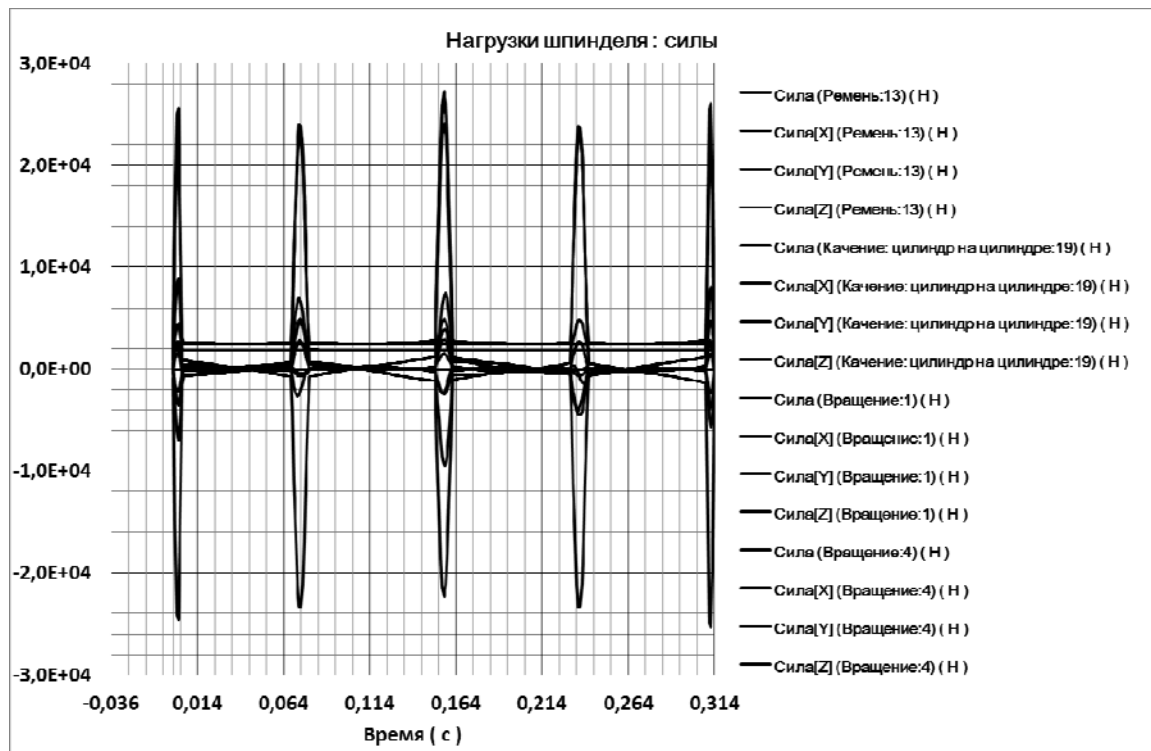

Рис. 10.5. Залежності навантажень на шпиндель верстата MAOLop-03 від часу
- Відкрити файли збірки "ШпиндельСо.iam" та *.xls (*.xlsx) з навантаженнями на вкладці з даними, вибрати часовий крок, при якому навантаження мають максимальні значення. В даному випадку це часовий крок $t = 0.157$ с (рис. 10.5).